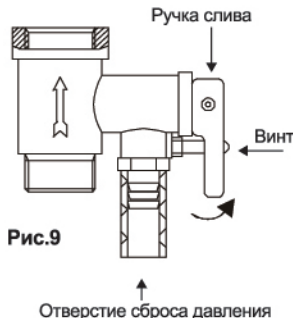

Рис.9
9. Чтобы правильно слить воду из внутреннего корпуса, надо воспользоваться сливным отверстием (надо открутить заглушку, закрывающую сливное отверстие), также воду можно слить через обратный предохранительный клапан (открутить сливной винт обратного предохранительного клапана и перевести ручку слива в верхнее положение) (смотри Рис. 9). Никогда не сливайте воду, если ее температура выше 50 C, т.к. это может привести к ожогам.